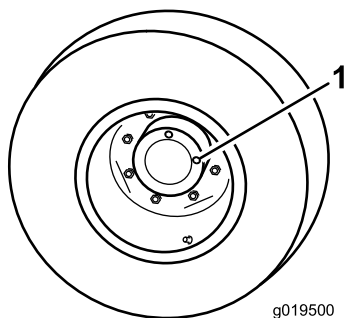

Bild 15
1. Wenn die Maschine auf einer ebenen Fläche steht, positionieren Sie das Rad so, dass eine Prüfschraube auf 12 Uhr und die andere auf 3 Uhr steht (Bild 15).
1. Prüf-/Ablassschraube (2)
2. Entfernen Sie die Schraube, die auf 3 Uhr steht (Bild 15).